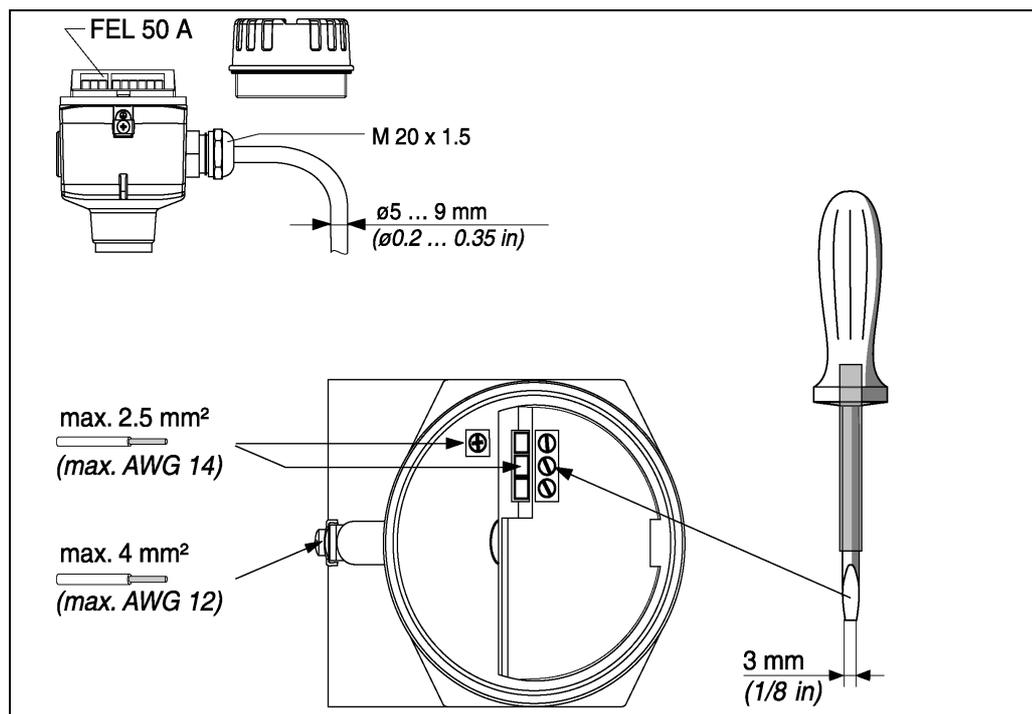

Fig. 5 Connessione del trasmettitore mediante passacavo
3. Collegare i cavi secondo lo schema di cablaggio: vds. fig. 5 e fig. 6